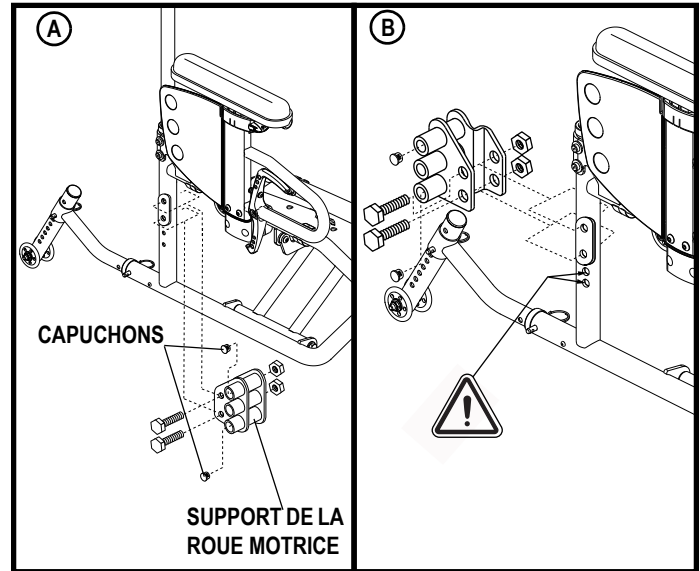

Figure 14. Réglages position des roues
3. Retirer la quincaillerie qui fixe le support de la roue au châssis. **Voir la figure 14.**